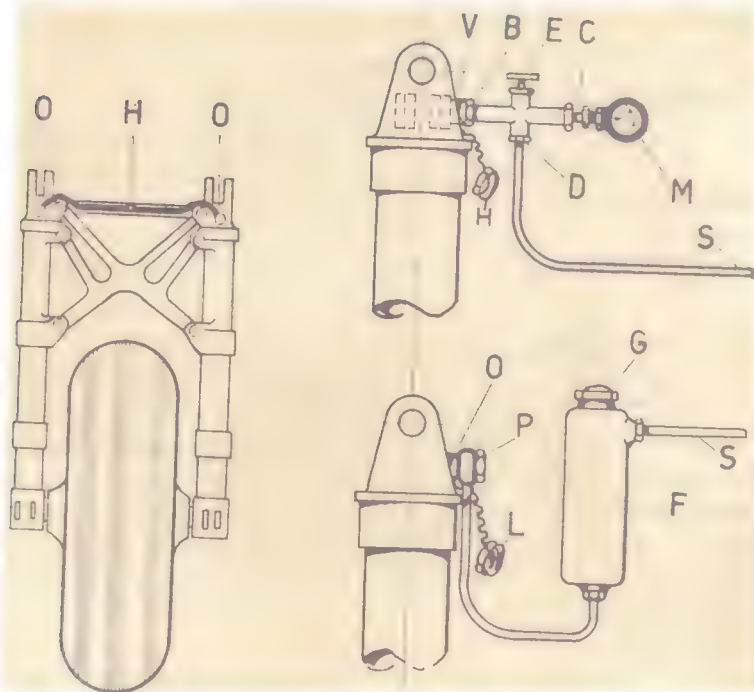

Fig. 93
**Carica dell'aria compressa** (fig. 93).